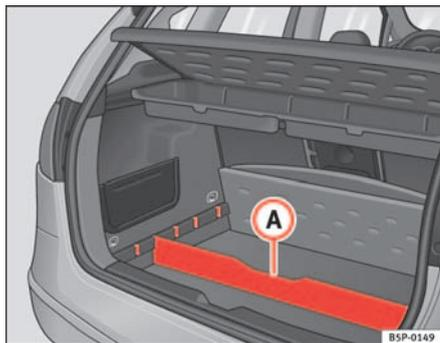

Fig. 105 Séparateur du plancher du coffre à bagages
- Placez le séparateur **A** ⇒ page 139, fig. 105, dans les rainures latérales en fonction de la taille des objets à transporter. Vous trouverez sous les rangements les outils de bord et la roue de secours.